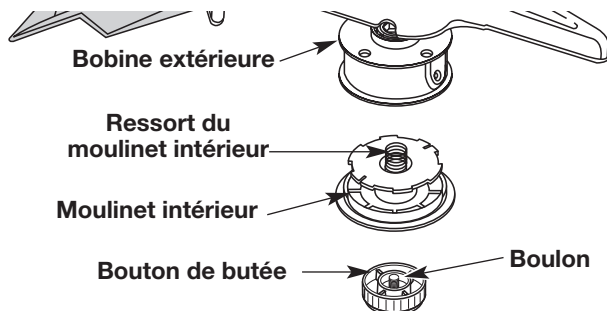

Fig. 31
1. Tenez la bobine extérieure d'une main et dévissez le bouton de butée vers à droite (Fig. 31). Inspectez le boulon à l'intérieur du bouton de butée pour vous assurer qu'il se déplace librement. Remplacez le bouton de butée s'il est endommagé.
2. Retirez le moulinet intérieur de la bobine extérieure (Fig. 31).
3. Retirez le ressort du moulinet (Fig. 31).
2. Retirez l'ancien moulinet intérieur de la bobine extérieure (Fig. 31).
3. Retirez le ressort de l'ancien moulinet intérieur (Fig. 31).